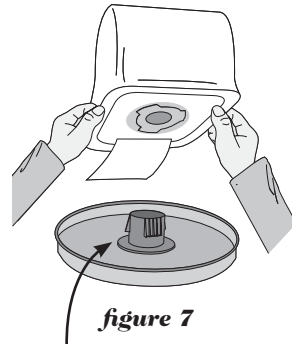

figure 7
6. Installer le nouveau sac, en vous assurant d'aligner les coches du sac avec les pointes de l'adaptateur (**figure 7**). Ensuite, effectuer une petite rotation pour les désaligner, assurant ainsi une meilleure rétention du sac.